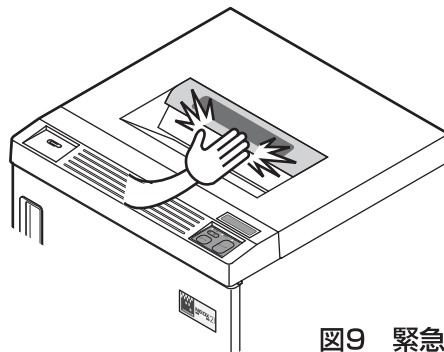

図9 緊急停止方法
- 危険が生じた場合など、緊急停止したい場合には安全停止スイッチ⑭を押してください。このスイッチを押すと、細断処理を中断し、停止します。 **図9 参照**